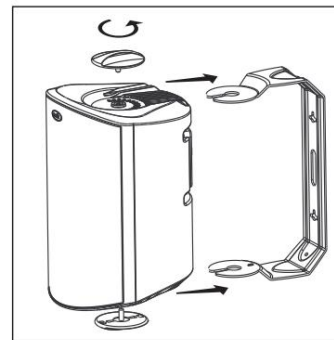

FIGURA 14: Rotiți butoanele suportului pentru a scoate ansamblul suportului.
12. Fixați difuzorul pe suport glisându-l între brațele suportului. Ramele încorporate vor depărta ușor suportul și vor ghida capetele acestuia pe proeminențele filetate. Un sistem de clichet menține difuzorul în poziție și vă ajută să reglați fin direcția dorită. [figura 14].